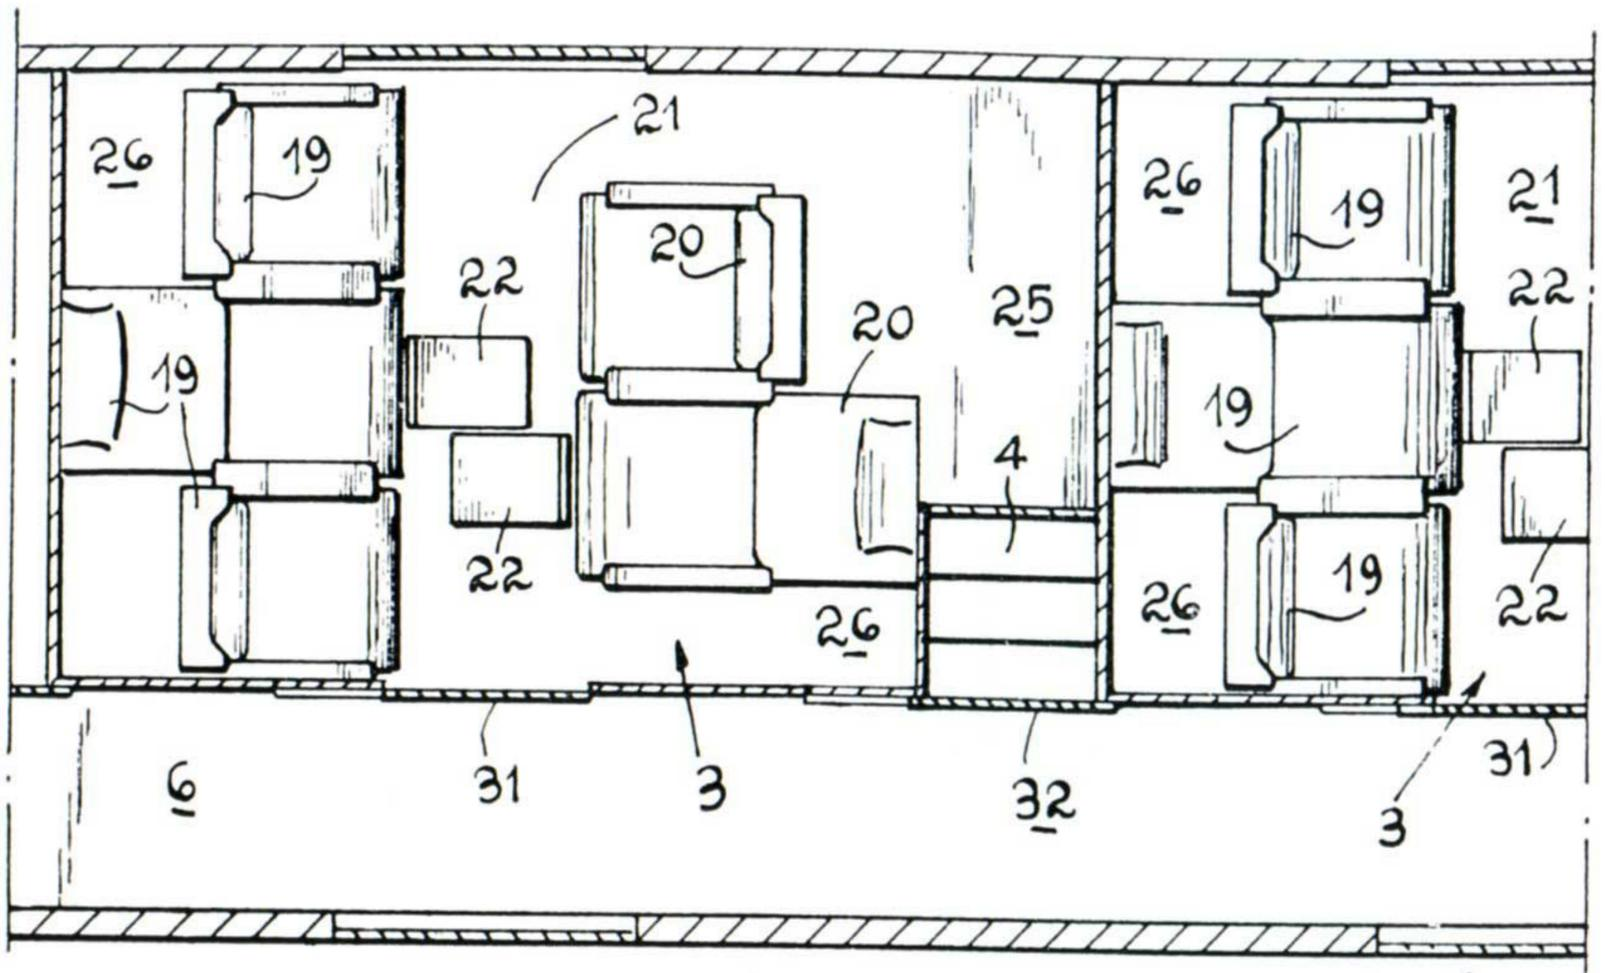

FIG. 4
| <p>2 Compartiments supérieurs. 3 Compartiments inférieurs. 4 Escaliers donnant accès aux compartiments supérieurs. 5 Plancher du couloir latéral. 6 Couloir latéral. 7 Plates-formes d'extrémité. 8 Plancher des compartiments inférieurs. 9 Plancher des compartiments supérieurs. 10 Couloir des compartiments supérieurs. 11 et 12 Fauteuils des compartiments supérieurs. 13 et 14 Couchettes transversales supérieures. 13' et 14' Parties fixes des couchettes supérieures. 13'' et 14'' Parties mobiles des couchettes supérieures.</p> | <p>15 Toit du couloir d'intercirculation. 16 Support mobile de la couchette supérieure. 17 et 18 Fauteuils fixes des compartiments supérieurs. 19 Fauteuils inclinables 3. 20 Fauteuils inclinables 2. 21 Couloir entre les fauteuils inférieurs. 22 Appui-jambes des fauteuils inférieurs. 23 Echelles amovibles des compartiments supérieurs. 24 Cloison compartiments supérieurs. 25 Soute à bagages compartiments inférieurs (fig. 4 et 5). 26 Emplacements pour bagages (fig. 2 et 4). 27 Porte-bagages (fig. 2 et 6). 28 Support pour les bagages. 29 et 30 Soute à bagages d'extrémité (fig. 1 et 2). 31 et 32 Porte coulissante. 33 Matelas léger sur couchette supérieure.</p> |
Cette obligation de prévoir des appui-jambes amovibles, jointe à celle de conserver des compartiments séparés dans lesquels les voyageurs sont placés l'un en face de l'autre, nous a amené à prévoir pour les fauteuils inclinables une disposition en quinconce (fig. 4).
De plus, en-dessous du plancher du compartiment supérieur voisin une soute à bagages est aménagée pour les voyageurs de chaque compartiment, voir (25) fig. 4 et 5, elle peut contenir une dizaine de valises moyennes.